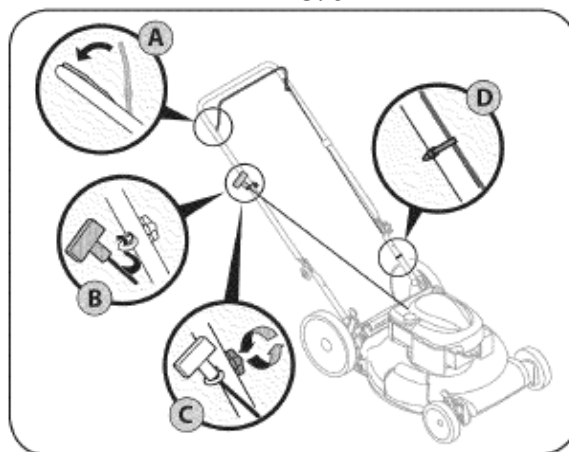

РИС. 6
4. Направляющая шнура ручного стартера крепится на правой стороне рукоятки. Ослабьте барашковую гайку, используемую для фиксации направляющей (см. Рис. 6).
- В. Плавное потяните рукоятку шнура стартера от двигателя и вставьте шнур в направляющую (см. Рис. 6).